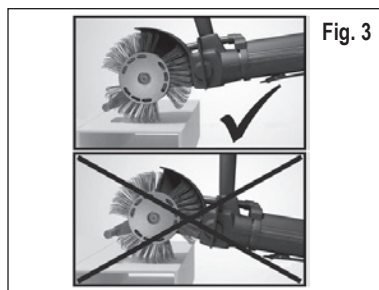

Fig. 3
8. Pentru a se obține o performanță optimă, trebuie să se conducă tija de accelerație cât mai aproape de suprafața, care se prelucrează. Atunci când distanța dintre tija de accelerație și suprafața supusă prelucrării este prea mare, performanța scade în mod pronunțat. Vezi fig. 3. O descrierea mai amănunțită a modului de lucru cu **MBX® Bristle Blaster®** se poate găsi de pe DVD-ul, livrat împreună cu unelata, sau pe site-ul www.monti.de.